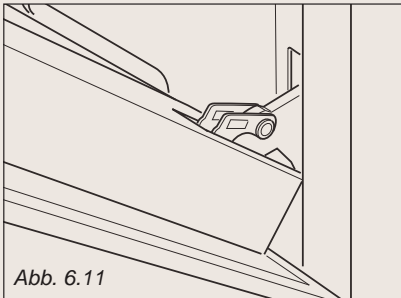

Abb. 6.11
- * Die Tür wie in der Abbildung 6.11 gezeigt, fassen.